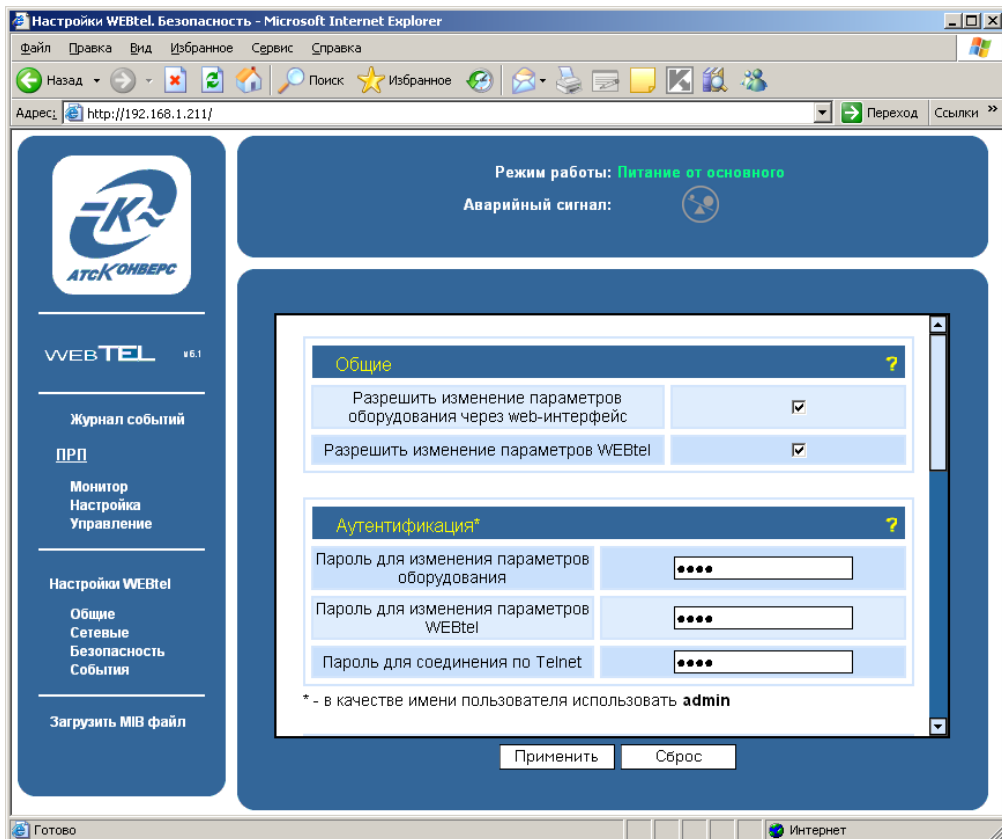

Рисунок 15 – Страница настройки параметров безопасности
7.9.1 Вход на эту страницу (рисунок 15) защищен паролем, аналогично п. 7.4.